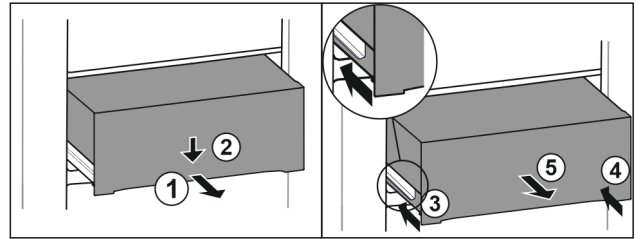

Fig. 190
- ▶ Schubfach halb herausziehen. Fig. 190 (1)
- ▶ Schubfach an der Vorderseite nach unten drücken. Fig. 190 (2)
- ▶ Linke Schiene etwa 2 cm einschieben. Fig. 190 (3)
- ▶ Rechte Schiene etwa 2 cm einschieben. Fig. 190 (4)
- ▶ Schubfach nach vorne entnehmen. Fig. 190 (5)